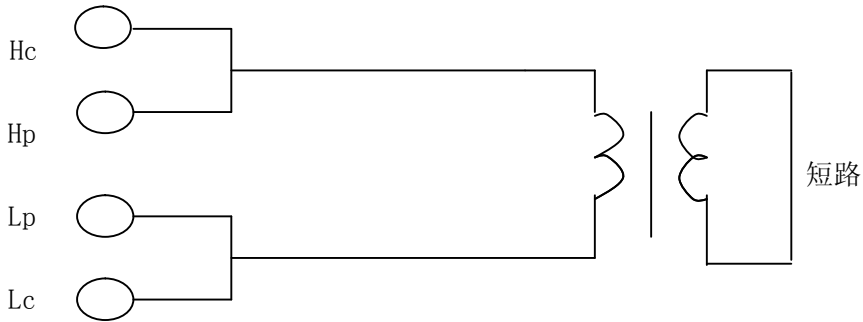

图 5-9 漏电感的测量
- **漏电感的测量：**将次级短路测量初级电感量，可测量得到漏感量  $L_k$ 。见图 5-9。